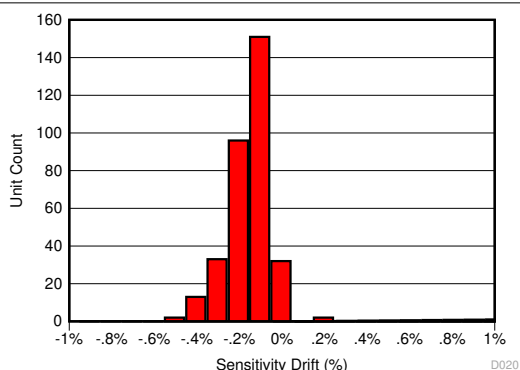
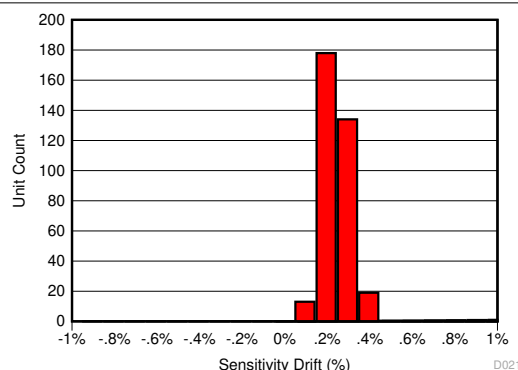
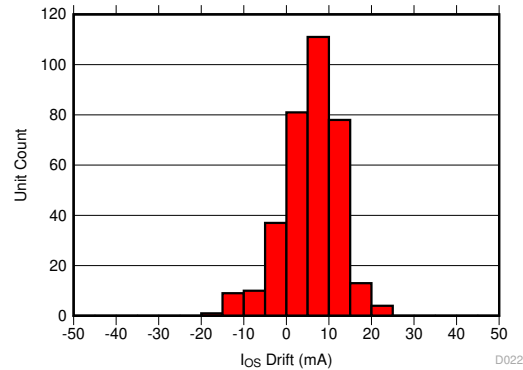

図 8-4. 130°C、85% RH HAST 後の感度誤差
図 8-5. AEC-Q100 高温動作寿命ストレス テスト後の感度誤差ドリフト
図 8-6. AEC-Q100 高温動作寿命ストレス テスト後の入力換算オフセット ドリフト
TMCS1100 で温度ドリフトを低減するために活用されているのと同じ補償技法を使用すると、経年変化、ストレス、環境条件による寿命のドリフトも大幅に低減できます。一般的な磁気センサは、高い動作温度での経年劣化により、最大 2% から 3% の感度ドリフトが発生します。TMCS1100 は、3 ロットの AEC-Q100 認定時にワーストケースのストレス試験後に測定された合計感度誤差について、電気的特性に定義されているように、寿命ドリフトが大幅に改善されています。AEC-Q100 認定で定められている他のすべてのストレス テストでは、感度誤差が規定よりも低く、電気的特性表で規定された範囲内でした。ワーストケースのストレス試験である高度加速ストレス試験 (HAST) を 130°C の温度と 85% の相対湿度 (RH) で行った後の合計感度誤差を、図 8-4 に示します。また、AEC-Q100 の規定に従う 1000 時間、125°C の高温動作寿命ストレス試験後の感度およびオフセット誤差ドリフトを、図 8-5 および 図 8-6 に示します。このテストは、デバイスの寿命全体での標準的な動作を模倣しており、一般的な磁気センサに比べて経年劣化によるデバイス性能の変動が大幅に改善される可能性があることを示しています。